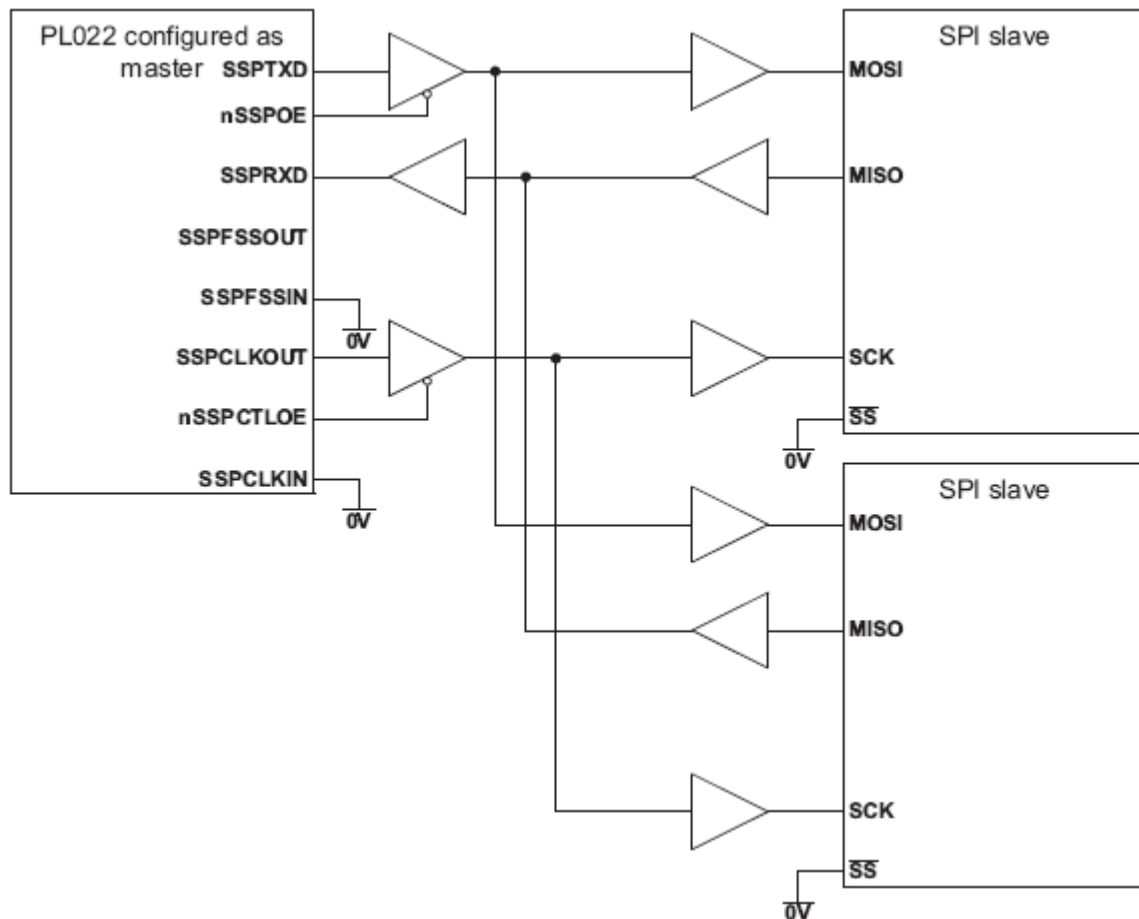

Рисунок 111 – Ведущее устройство SSP подключено к двум ведомым, поддерживающим SPI
Рисунок 111 показывает подключение модуля SSP, сконфигурированного как ведущее устройство, к двум ведомым устройствам, поддерживающим протокол SPI фирмы Motorola. Внешние устройства сконфигурированы как ведомые путем установки в низкий логический уровень сигнала выбора ведомого устройства Slave Select (SS). Как и в предыдущем примере, ведущее устройство способно передавать данные в адрес ведомых циркулярно по линии SSP\_TXD. Ответная передача данных на входную линию SSP\_RXD ведущего устройства одновременно осуществляется только одним из ведомых по соответствующей линии MISO.